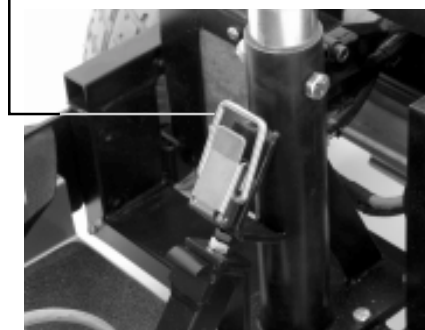

Figure 18. Fermail à bascule (ouvert)
2. Basculez la boucle du fermail par dessus le fermail. Voir la figure 18.